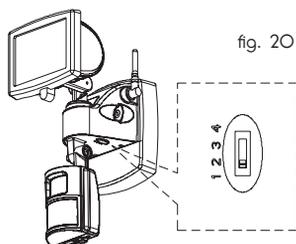

fig. 20
La communication optimale entre le système IR et le récepteur sans fil s'obtient en sélectionnant sur les deux unités le même canal de transmission, (les canaux disponibles sont au nombre de 4). Choisir le canal posant le moins de problème en cas d'interférence (fig. 20).
**Attention:** pour voir les images de la télécamera il faut être sûrs que le canal programmé sur le récepteur est le même que la caméra vidéo/et le/les transmetteur/s, (fig. 20).